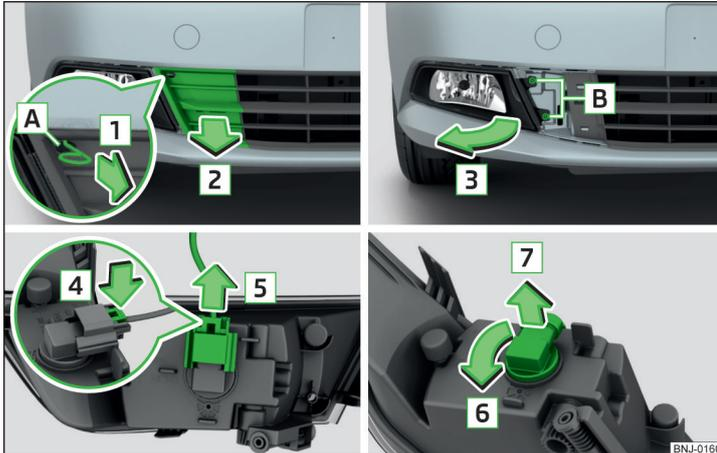

Abb. 192 Nebelscheinwerfer ausbauen / Glühlampe für Nebelscheinwerfer wechseln
- Das Schutzgitter durch Ziehen am Haken in Pfeilrichtung **1** » Abb. 192 lösen.
- Die Verriegelung am Stecker in Pfeilrichtung **4** » Abb. 192 eindrücken.
- Den Nebelscheinwerfer entgegen der Pfeilrichtung **3** » Abb. 192 einsetzen und festschrauben.